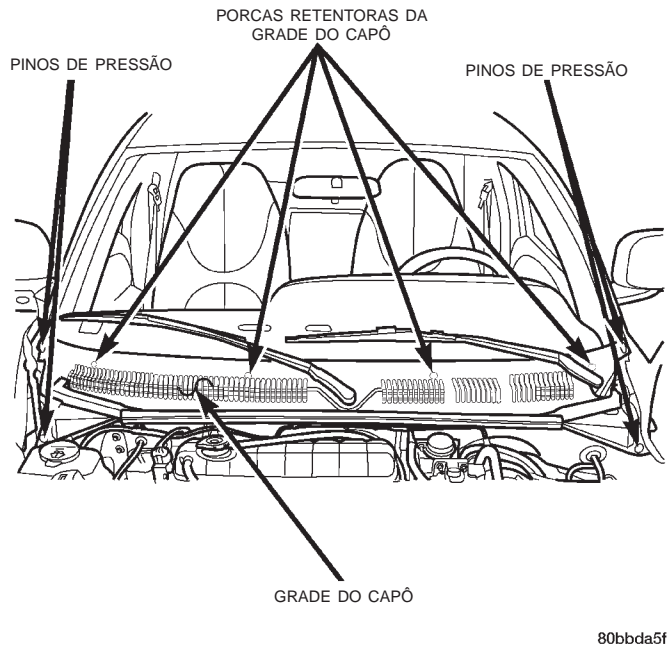

Fig. 33 Orientação e Posição da Grade do Capô
(51) Instale a grade do capô (Fig. 33). Consulte o Grupo 23, "Carroceria", para obter o procedimento.
(52) Levante o veículo no elevador.